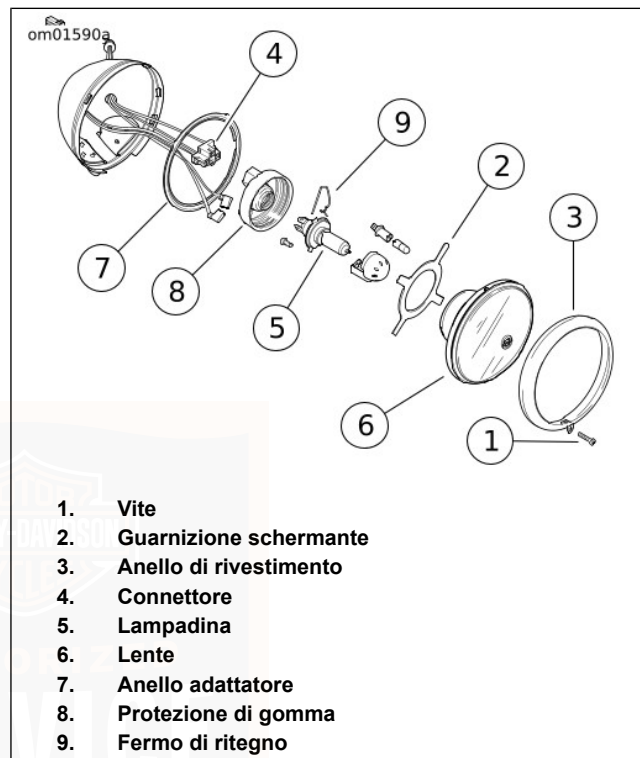

Figura 55. Faro anteriore: XL 1200V/C/CP/CA/CB
- b. **XL 1200V/C/CP/CA/CB:** Vedere Figura 55. Rimuovere la vite (1) e l'anello di rivestimento del faro anteriore (3).
3. Tenere ferma la parabola/lente del faro anteriore e premere le linguette di sgancio sui lati del connettore della lampadina (4) per staccare il connettore dai terminali a forcella della lampadina (5).
4. Rimuovere la lente del faro anteriore (6) e l'anello adattatore di metallo (7).
5. Tirare la protezione di gomma (8) dal retro della lente.
6. Premere le estremità del fermo di ritegno (9) per sganciarlo dalle linguette di ritegno dentellate. Ruotare il fermo riportandolo in posizione.